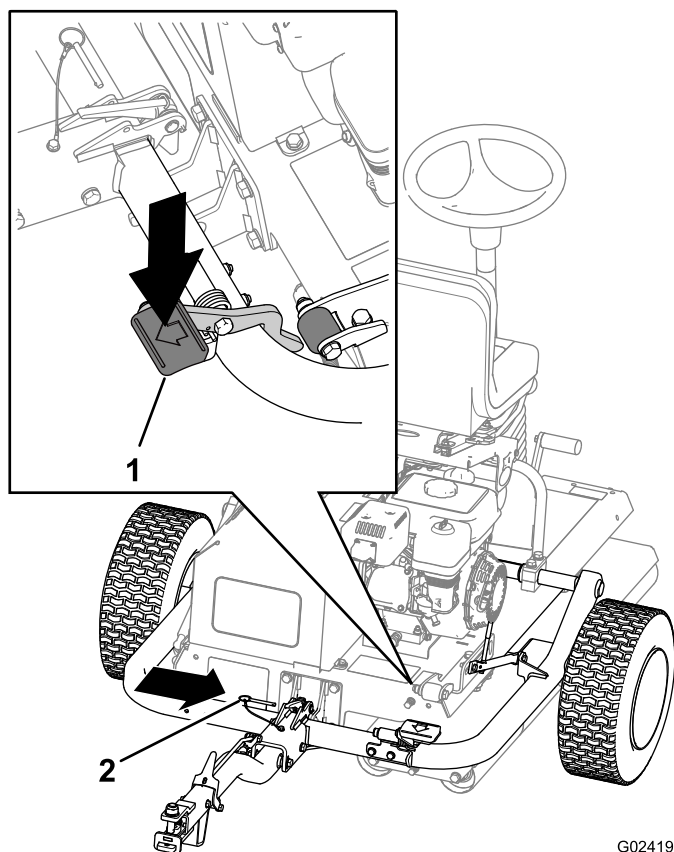

Bild 26
- C. Treten Sie auf das Anbauvorrichtungspedal, bis die Anbauvorrichtung einrastet (**Bild 26**).
- D. Stecken Sie den Arretierbolzen ein (**Bild 26**).